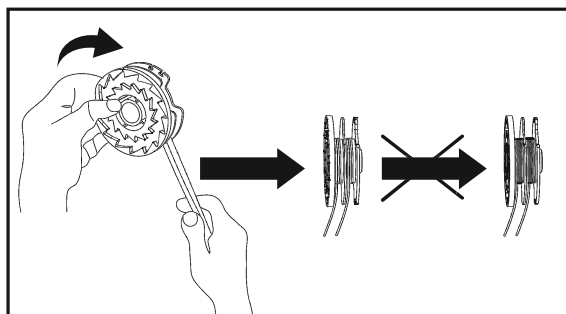

Fig. 59
6. Enrole firmemente todos os fios do aparador à volta da bobine do aparador na direção das setas na bobine do aparador (1c) (Fig. 59).